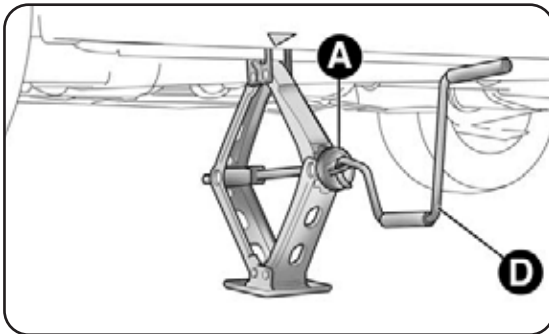
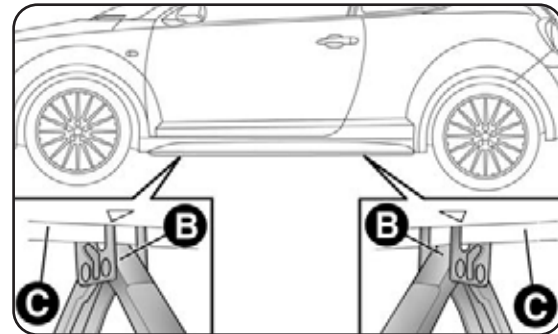

fig. 7
fig. 8
- accione el dispositivo A-fig. 7 para extender el gato hasta que la parte superior B-fig. 8 se introduzca correctamente en el interior del dispositivo C;
- introduzca la manivela D-fig. 7 en el alojamiento del dispositivo A, accione el gato y levante el coche, hasta que la rueda se levante del suelo unos centímetros, a continuación, retire la rueda dañada;
- accione la manivela D-fig. 7 del gato para bajar el coche. A continuación, quite el gato;